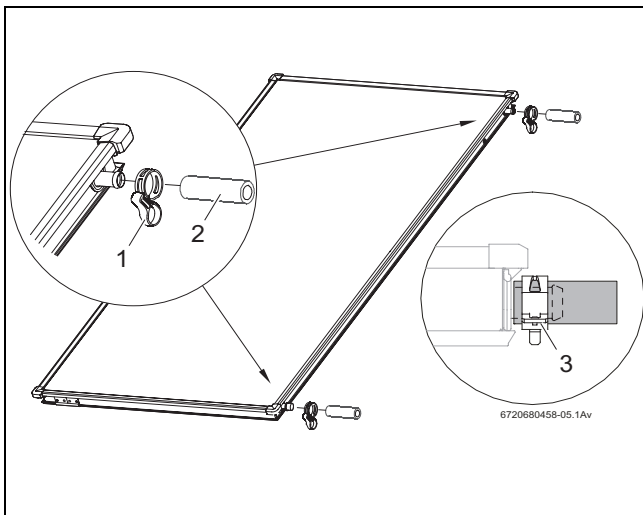

Fig. 34 Premontarea setului de îmbinare la al doilea panou
- ▶ Împingeți furtunurile solare de 95 mm (Fig. 34, [2]) în racordurile din partea dreaptă aferente celui de-al doilea panou și tuturor panourilor următoare.
- ▶ Împingeți bridele cu bandă elastică (Fig. 34, [1]) prin furtunul solar (cea de-a doua bridă asigură racordarea ulterioară a celuiilalt panou).
- ▶ În momentul în care brida cu bandă elastică a fost corect amplasată, trageți inelul de protecție pentru a fixa îmbinarea (Fig. 34, [3]).